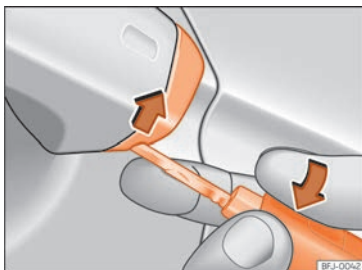

Abb. 90 Fahrertürgriff: Abdeckkappe abhebeln.
- Den Schlüsselbart am Fahrertürgriff in die untere Öffnung der Abdeckkappe stecken »» Abb. 90 und die Abdeckkappe von unten nach oben anheben.